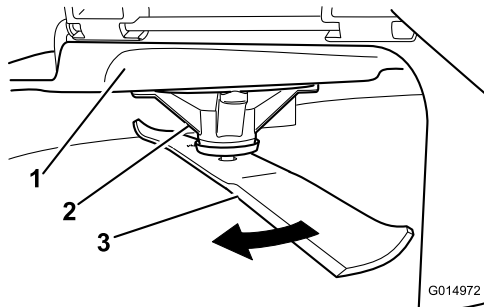

Figura 76
2. Llevando guantes fuertemente acolchados u otro tipo de protección apropiada para las manos, gire lentamente la cuchilla hasta una posición que permita medir la distancia entre el filo de corte y la superficie nivelada en la que descansa la máquina (**Figura 76**).